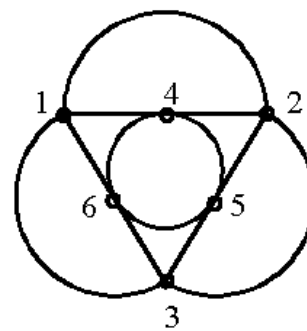

Рис. 9, б
1. Построение изображения (Рис. 9, а):